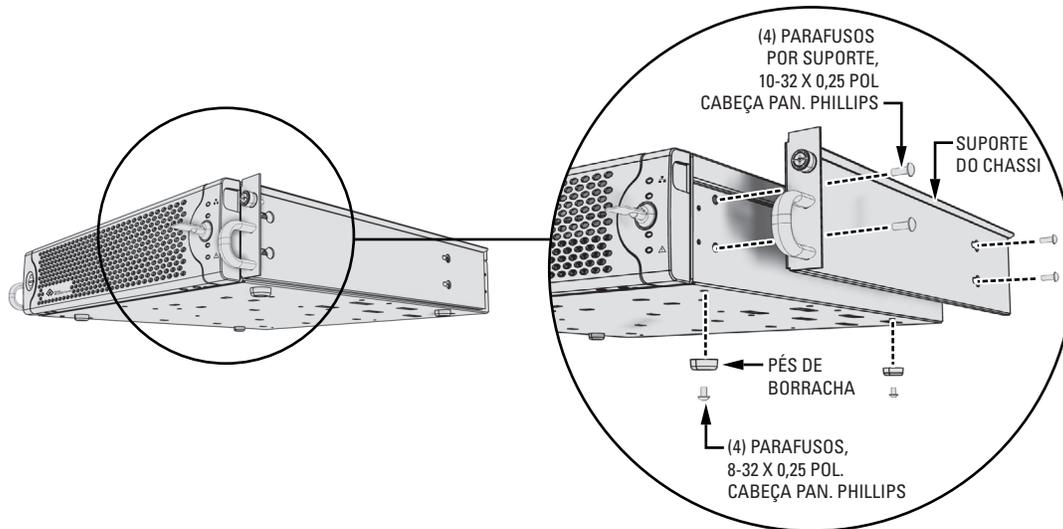

Figura 5. Suportes e pés de borracha do chassi
1. Se os suportes de montagem do chassi não estiverem presos: Prenda um suporte de montagem (fornecido) em cada lado da estação de trabalho Endura. Utilize quatro parafusos, 10-32 x 0,25 pol., Phillips, cabeça pan. (fornecidos) para cada suporte. Encaixe os suportes de maneira que as extremidades afuniladas fiquem posicionadas na direção da parte traseira da estação de trabalho Endura (consulte a Figura 5).